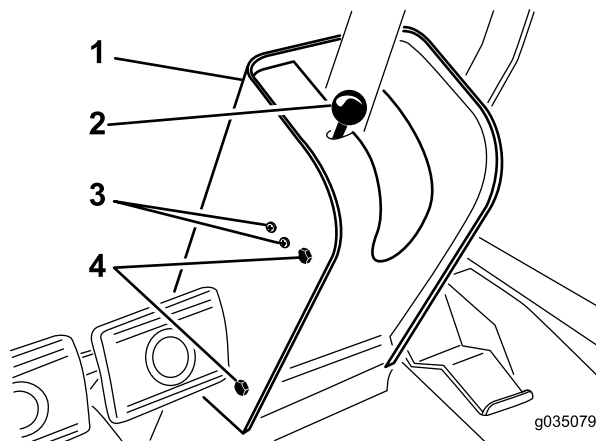

Figura 75
2. Rimuovete la manopola dall'asta del freno di stazionamento e le viti dal copripiantone dello sterzo (Figura 75).
4. Allentate le viti e i dadi che fissano l'interruttore del freno di stazionamento sul lato sinistro del piantone dello sterzo (Figura 75).